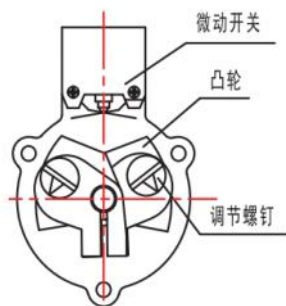

图 4
6.1.3 力矩控制机构：为全系列通用部件，其结构（见 图 4）。